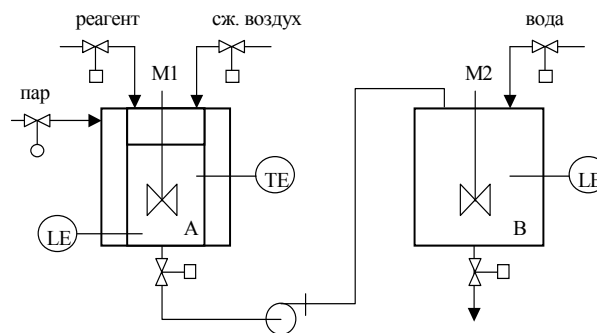

Рис. 4.14
5. Разработать приложение на языке SFC, реализующее следующий алгоритм управления. Предварительно аппарат *A* (рис. 4.14) просушить в течение 10 мин сжатым воздухом. Затем закачать реагент, включить мешалку, нагреть до температуры 80 °С, выключить мешалку, перекачать в аппарат *B*. Одновременно с просушкой аппарата *A* в аппарат *B* закачать воду и включить мешалку. Перед закачкой реагента в аппарат *B* из него слить воду.